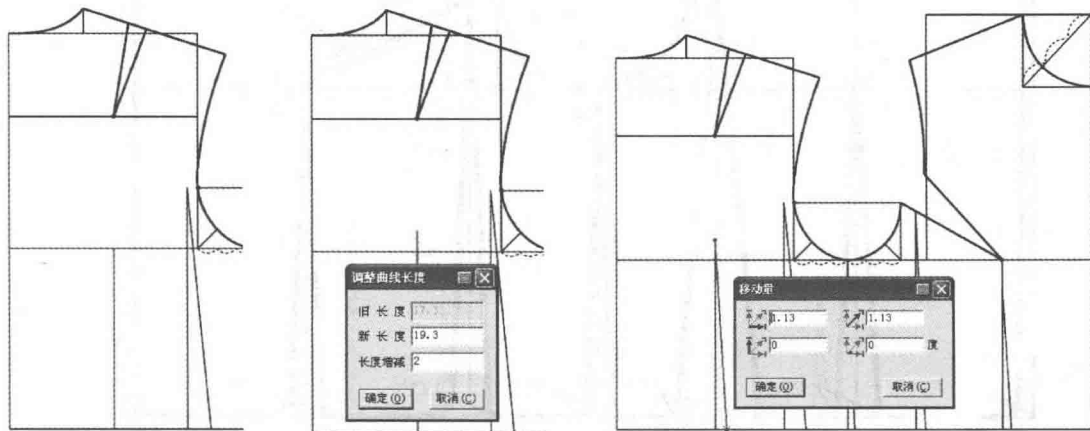

图4-28 画腰省步骤5
(5) 选择  【智能笔】工具中【单向靠边】功能将后腰省的省中线靠边到胸围线，选择  【智能笔】工具按着【Shift】键，右键点击省中线上半部分，进入【调整曲线长度】功能。输入增长量 2cm。选择  【智能笔】工具在从省中线顶点开始画省线，将光标放在省中线腰围线交点上按【Enter】键，出现【移动量】对话框输入横向偏移量 1.13cm（计算方法： $12.5\text{cm} \times 9\%$ ），然后以此画一条线与腰围线相交（图 4-28）。